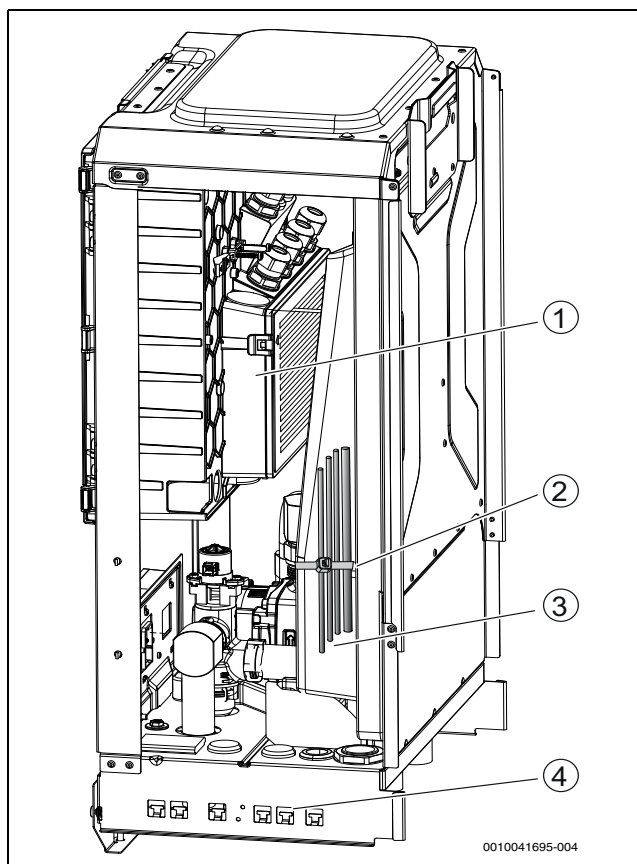

Fig. 30 Chemin de câbles
- Fixer les câbles avec des attaches de câbles sur les points de fixation (→Figure[3], Figure 30 [2], [4]). Éviter de croiser les câbles.
- Acheminer et fixer les câbles dans l'unité intérieure (→Figure 30).